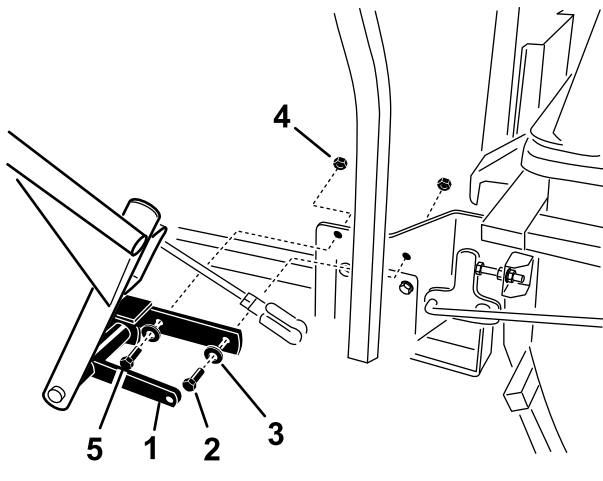

Figure 8
1. Placez la poignée entre l'arceau de sécurité et le support du système de ramassage (Figure 8).
2. Fixez la poignée sur le support du système de ramassage et la machine avec 3 boulons ($\frac{3}{8}$ x $1\frac{1}{4}$ po) et 3 contre-écrous ($\frac{3}{8}$ po) (Figure 7 et Figure 8).